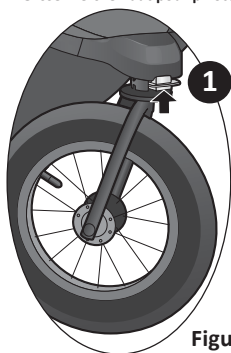

Figure 4.15
- 1 Poussez la languette vers le haut jusqu'à ce qu'elle s'enclenche permettant à la roue de pivoter. **Figure 4.15**